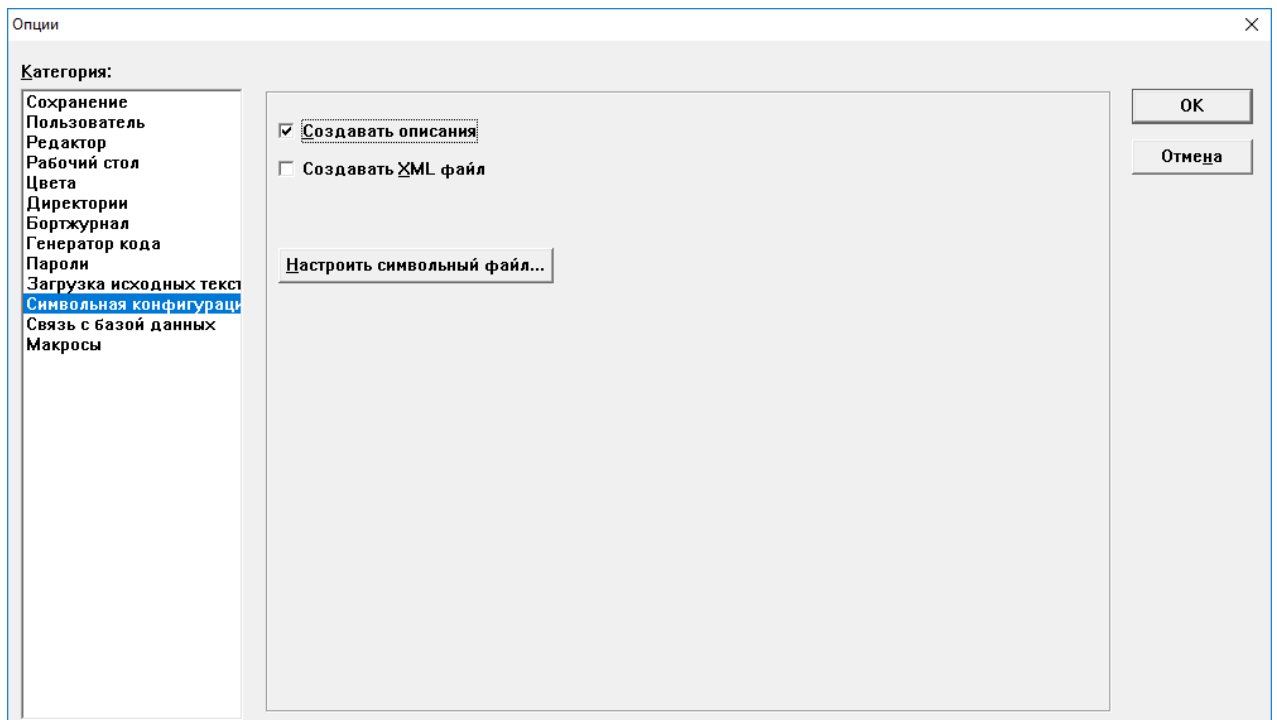

Рисунок 16.2 – Окно режима «Опции» (Options)
- В открывшемся окне режима «Опции» (Options) в списке «Категория» (Category) выделить строку «Символьная конфигурация» (Symbol Configuration). В правой части окна установить флажок в поле переключателя «Создавать описания» (Dump symbol entries) и нажать кнопку «Настроить символьный файл» (Configure symbol file), см. рисунок 16.2.